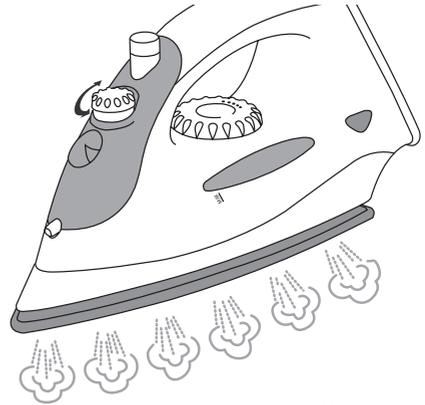

Abbildung 4
5. Stellen Sie mithilfe des Dampfstellknopfs die gewünschte Dampfmenge ein (siehe Abbildung 4).
7. Die Dampfstoßfunktion können Sie verwenden, indem Sie den Wahlknopf (6) auf Stufe '☂' stellen und drücken Sie danach darauf.